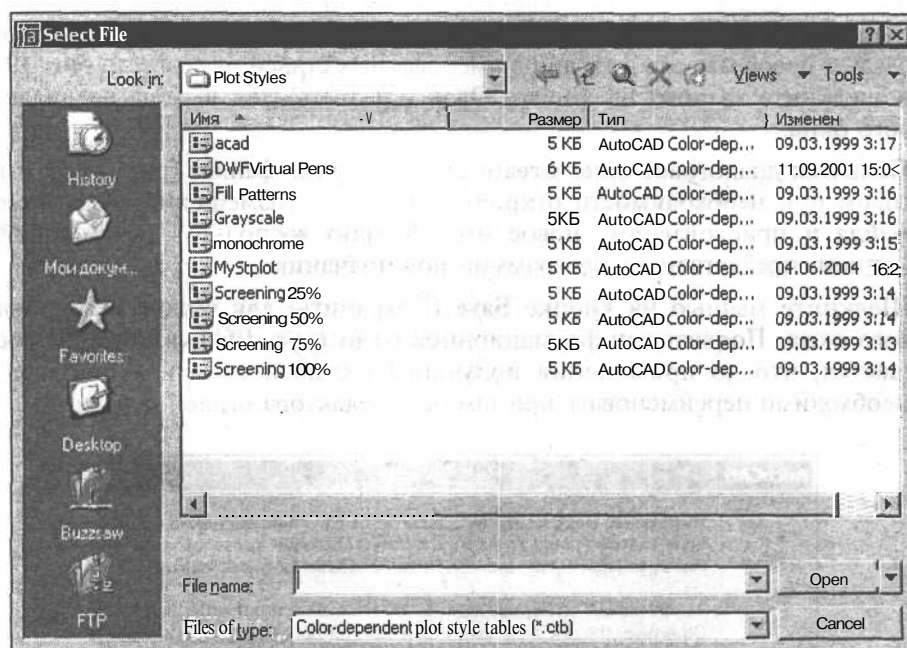

Рис. 19.4. Диалоговое окно для выбора файла с преобразуемой таблицей печати
- Наберите в командной строке команду **CONVERTCTB** (ПРЕОБРТСП) и нажмите клавишу <Enter>. Откроется диалоговое окно **Select File** (Выбор файла) (рис. 19.4).
2. Выберите папку и файл таблицы **цветозависимых** стилей печати, который следует преобразовать в таблицы **именованных** стилей печати (см. рис. 19.4), и щелкните мышью на кнопке **Open** (Открыть) для выхода из диалогового окна.